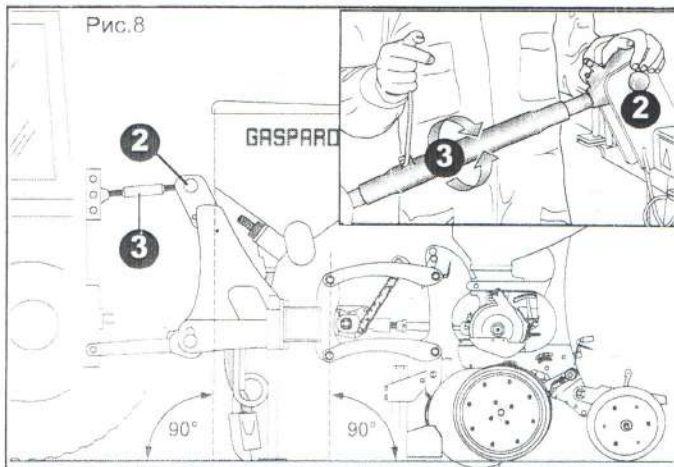

Рис.8
- 2) Соединить с третьей высшей точкой (2, Рис.8); заблокировать стержень соответствующим штифтом; при помощи регулирующей растяжки (3, Рис.8) сеялку установить на землю перпендикулярно (Рис. 8).